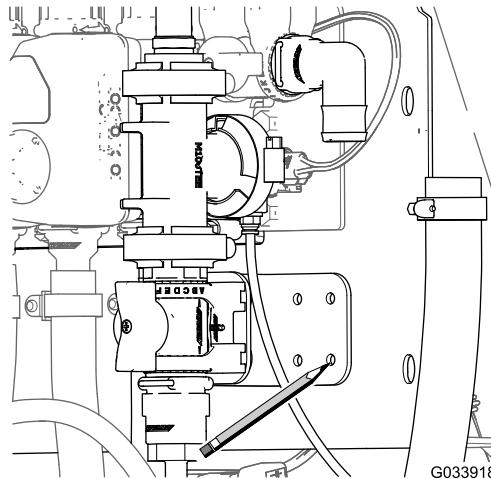

Figura 32
3. Usando la escuadra de la válvula de control como plantilla, marque la posición de los taladros de la escuadra en la superficie del soporte del distribuidor (Figura 32).